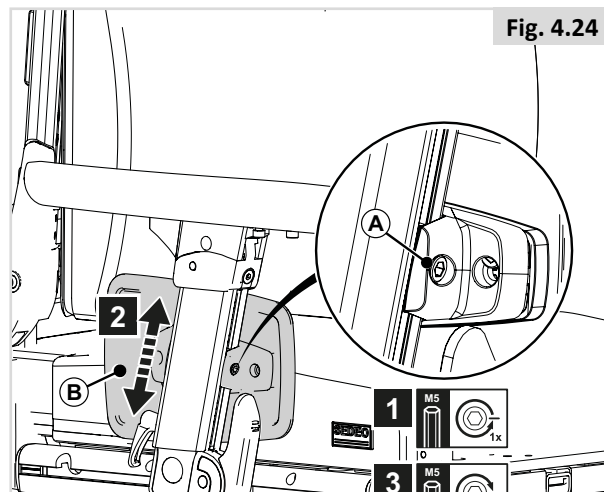

Fig. 4.24
Altura do resguardo lateral (Fig. 4.24)
Para chegar ao parafuso traseiro nas alturas mais baixas do apoio para o braço, desaperte os parafusos (A) na Fig. 4.24 e ajuste primeiro o ângulo da almofada.